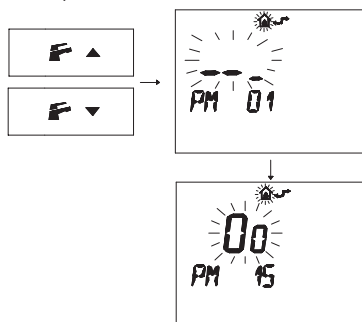

Рисунок 5.34
- Нажмите кнопки **F** **▲** или **F** **▲**, чтобы вывести на дисплей параметр "PM15" для включения внешнего датчика (Рисунок 5.34).